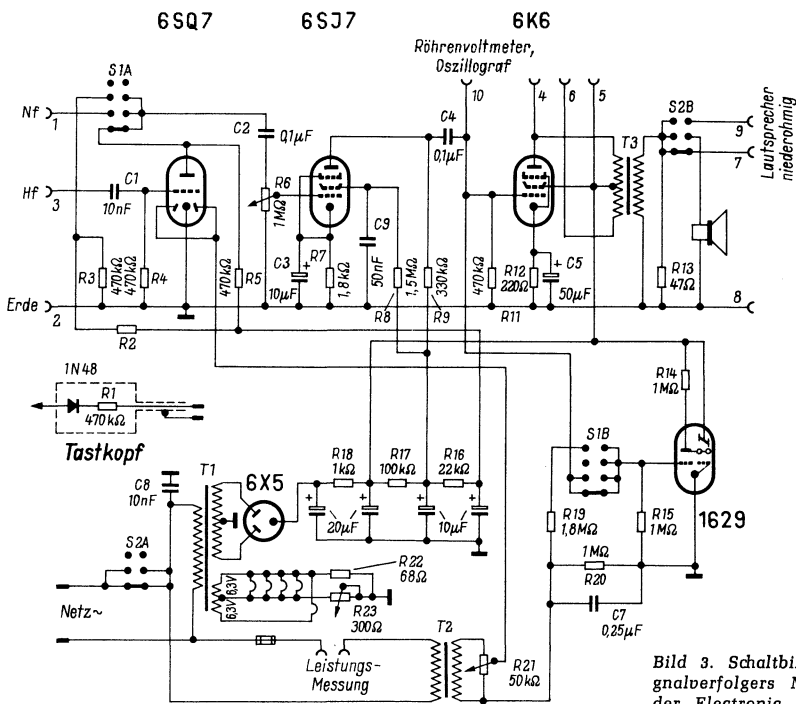

Bild 3. Schaltbild des Signalverfolgers Modell 147 der Electronic Instrument Company
Der in der Schaltung Bild 3 dargestellte Signalverfolger Modell 147 der Electronic Instruments Company unterscheidet sich nur in unwesentlichen Einzelheiten von dem zuvor beschriebenen Gerät. Er hat je einen Eingang für Niederfrequenz (1) und Hochfrequenz (3), wobei über den Schalter S 1 durch eine nicht eingezeichnete Umschaltung Anodenspannung an den Nf-Eingang gelegt werden kann, um mit ihr die Krachprüfung von Stromkreisen und Einzelheiten durchführen zu können. Durch den Spezial-